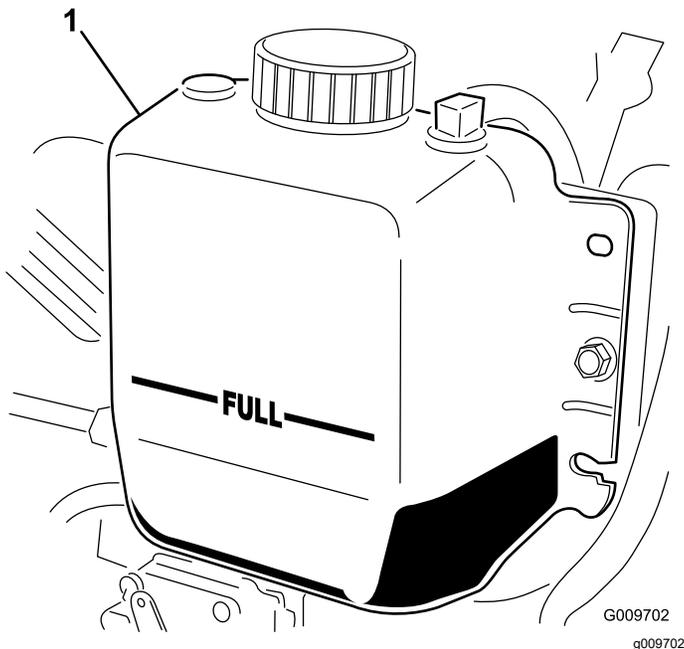

Figure 70
3. Vérifiez le niveau du liquide de refroidissement dans le radiateur. Le radiateur doit être rempli jusqu'en haut du goulot de remplissage et le vase d'expansion jusqu'au repère MAXIMUM (Figure 70).